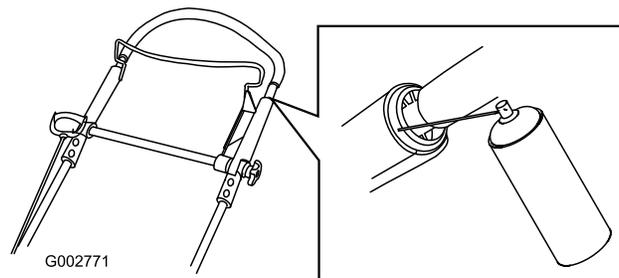

Figure 46
1. Pulvérisiez l'extrémité en plastique extérieure de la poignée intérieure (Figure 46).